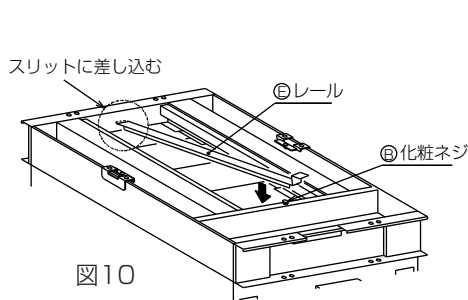
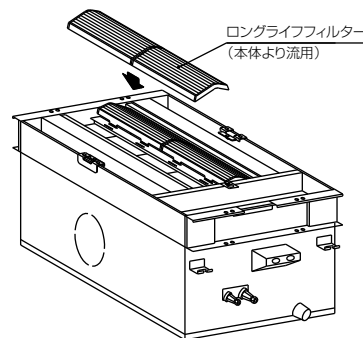

図10
図11 ロングライフフィルター取付け図
- ①Ⓔ レールを図10のようにフィルターボックスに差し込みます。
- ②Ⓕ 化粧ネジをフィルターボックスに取付け、Ⓔ レールを固定します。
- ③ロングライフフィルター（本体より流用）を図11のようにフィルターボックスに差し込みます。